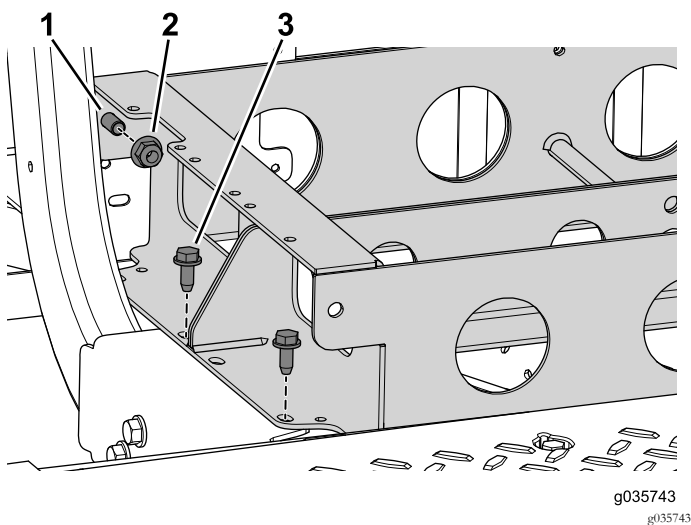

Figure 60
- Retirez les 4 boulons qui fixent le support de batterie à la machine (Figure 60).
- Retirez les 2 écrous à embase, mais pas les 2 boulons, qui relient les supports de batteries avant et arrière (Figure 60).